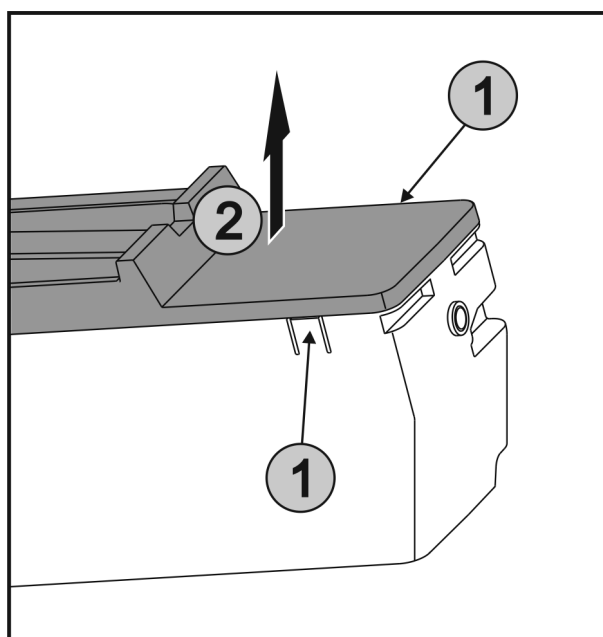

Fig. 31
- ▶ Stlačte západky Fig. 31 (1) na obou stranách EasyTwist-Ice současně a sejměte kryt Fig. 31 (2) směrem nahoru.